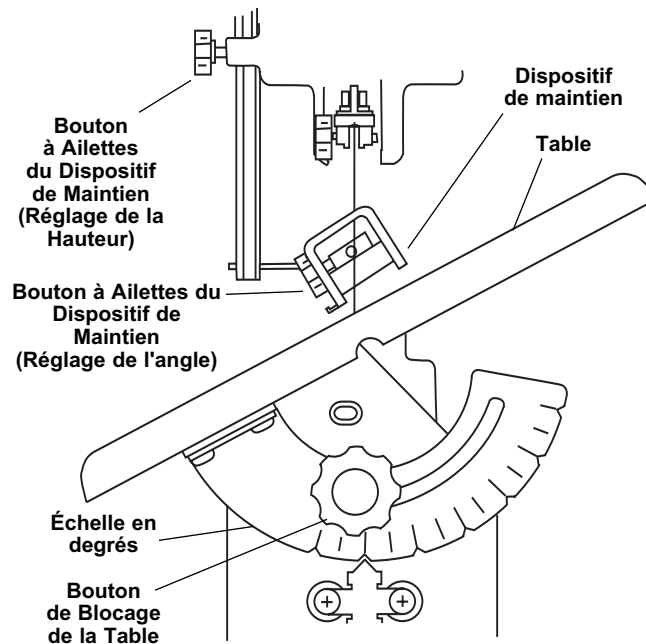

Figure 13. Réglage de la Table pour Sciage Horizontal ou en Biseau
4. Quand on incline la table pour scier, il faut régler le dispositif de maintien de manière à ce qu'il soit parallèle à la table. Pour le régler, desserrez le bouton à ailettes, tournez le dispositif de maintien pour le mettre à l'angle correct puis resserrez le bouton à ailettes (Figure 13).